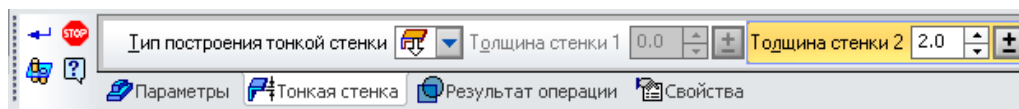

Рис. 18. Панель свойств
3. На панели переключений «Редактирование детали», (📐) нажав на кнопку «Операция выдавливание» (📏) и удерживая её, выбрать кнопку «**Кинематическая операция**» (📏) или через главное меню (Операции ⇒ Операция ⇒ **Кинематическая**) (рис. 18).
6. На панели свойств переключить на закладку "Тонкая стенка" и задать тип построения тонкой стенки "Внутрь" и "Толщину стенки 2" 2 мм. (рис. 18).